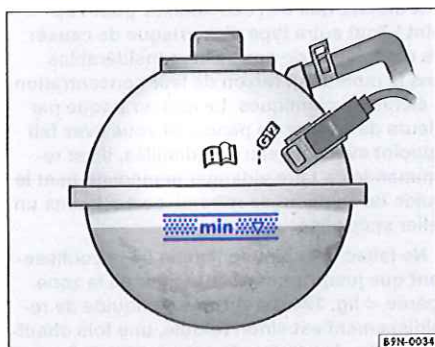

Fig. 194 Dans le compartiment-moteur : repères sur le vase d'expansion du liquide de refroidissement.
- Lorsque le moteur est froid, vérifiez le niveau de liquide de refroidissement à l'aide du repère latéral du vase d'expansion \Rightarrow fig. 194.
- Faites l'appoint uniquement avec du liquide de refroidissement neuf conforme aux spécifications de Volkswagen (\Rightarrow page 328) \Rightarrow ①.
- Le niveau de liquide de refroidissement doit se situer entre les repères du vase d'expansion \Rightarrow fig. 194. **En rétablissant le niveau, ne dépassez pas le bord supérieur de la zone repérée \Rightarrow ① !**
- Si, en cas d'urgence, aucun liquide de refroidissement conforme aux spécifications (\Rightarrow page 328) n'est disponible, n'utilisez pas d'autre additif de liquide de refroidissement ! Ne faites d'abord l'appoint qu'avec de l'eau distillée \Rightarrow ①. Faites ensuite préparer le plus rapidement possible la proportion de mélange adéquate avec l'additif de liquide de refroidissement prescrit \Rightarrow page 328.
- Ne faites l'appoint de liquide de refroidissement que jusqu'au bord supérieur de la zone repérée ⇒ fig. 194. Le surplus de liquide de refroidissement est sinon refoulé, une fois chauffé, hors du circuit de refroidissement et peut entraîner des endommagements.